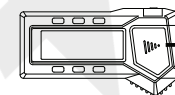

fig. 4
- Rimuovere il coperchio della batteria (fig. 4)